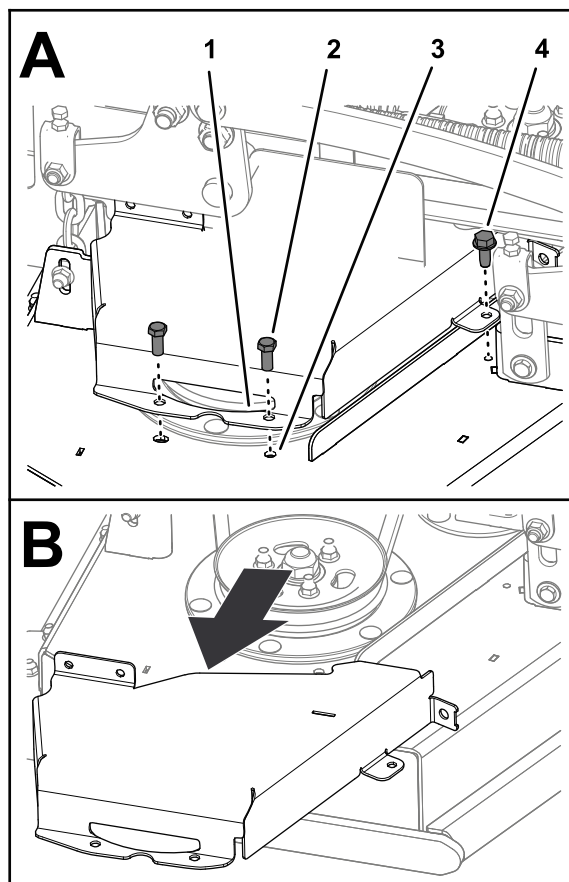

Bild 39
2. Entfernen Sie die beiden Schrauben und Bundkopfschrauben, mit denen die rechte Riemenabdeckung am Mähwerk befestigt ist, und nehmen Sie diese ab (Bild 39).